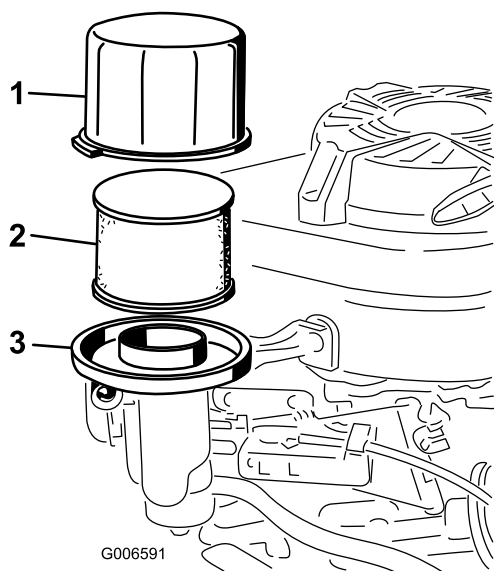

Figura 27
3. Togliete il coperchio e pulitelo accuratamente (Figura 27).
4. Rimuovete il prefiltro in schiuma sintetica dal filtro di carta (Figura 27) e sostituite quest'ultimo se è eccessivamente sporco.